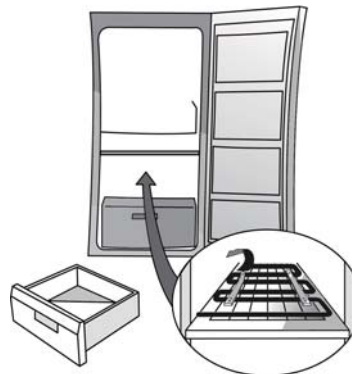

Fig. 1
- Montare i distanziali (Fig. 1, 2, oppure 3 a seconda dei modelli)